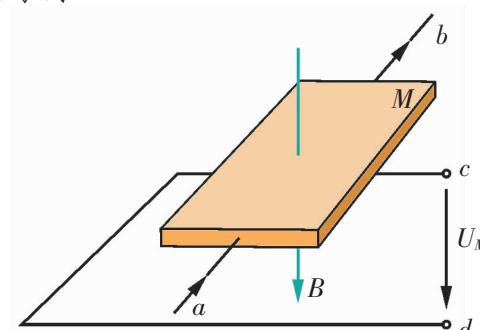

图 3-1-8
4. 霍尔元件是一种能将磁感应强度这一磁学量转换成电压这一电学量的传感器。其基本结构如图 3-1-8 所示。 M 为半导体薄片（砷化镓）， B 为外加与薄片垂直的磁场， a 、 b 、 c 、 d 为霍尔电极，若在 ab 方向通以恒定电流 I ，请简要分析霍尔电势的形成及方向。